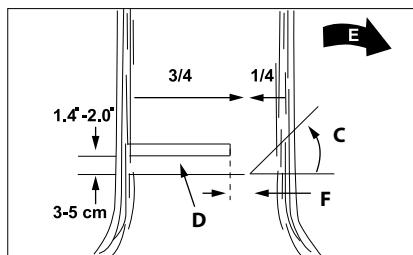

Fig. 15
¡Atención! No camine frente a un árbol que ya ha sido cortado. El corte final (D) se realiza desde la parte posterior del árbol 3-5 cm por encima de la base horizontal de la aserradura (C) (fig. 15).